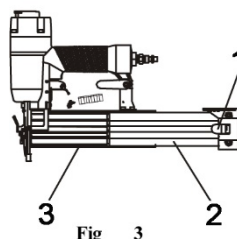

Fig 3
1. Appuyez sur le verrou pour libérer le magasin mobile et retirez-le complètement, voir fig. 3.